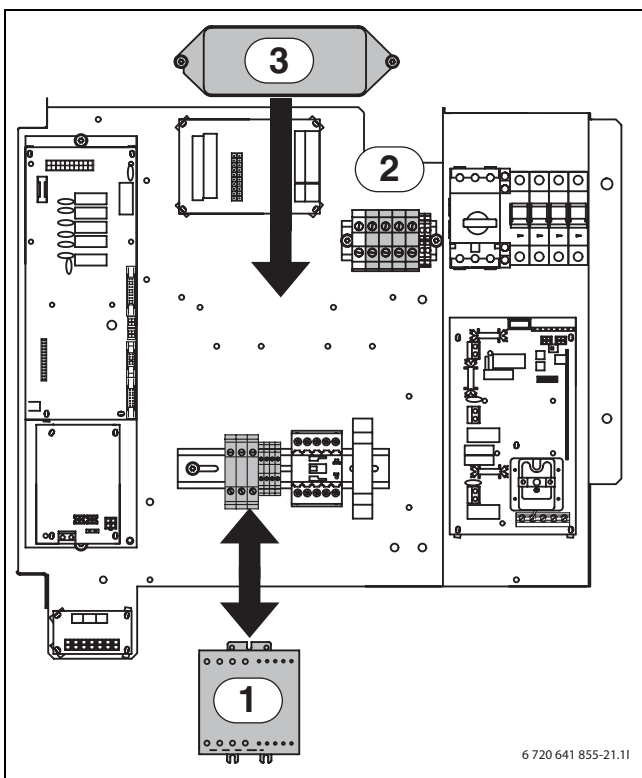

Bild 29 Montering av mjukstart och filter
- (→ Bild 29, [1]) Kontrollera att kraftkablarna ligger i följande ordning på kopplingsplintarna: L1 svart, L2 brun, L3 grå. Avlägsna kablarna och demontera plintarna.
- (→ Bild 29, [2]) Demontera markerade kopplingsplintar. (N, L1, L2, L3)
- (→ Bild 29, [3]) Montera EMC-filtret i befintliga hål så Line in kommer på höger sida och Load out på vänster.